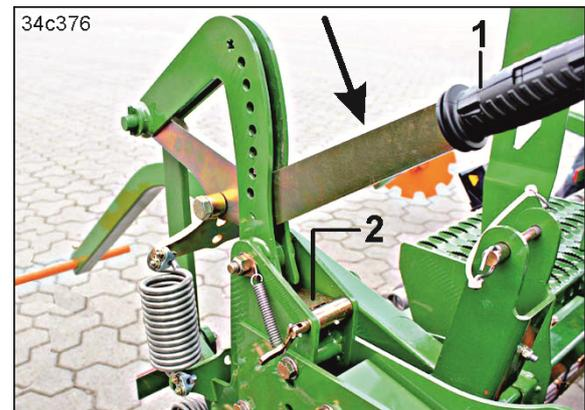

図 147
4. レバー (図 147/1) は、クランププレート (図 147/2) がはまるまで矢印方向に押します。